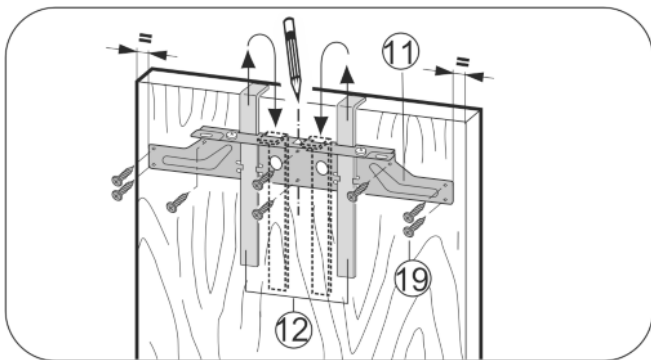

Fig. 26
- ▶ Accrocher la traverse de fixation Fig. 26 (11) avec les gabarits de montage Fig. 26 (12) du côté intérieur de la porte du placard.
- ▶ Aligner la traverse de fixation Fig. 26 (11) sur le milieu de la porte.
- ▶ Visser la traverse de fixation Fig. 26 (11) en utilisant au moins 6 vis Fig. 26 (19).
- ▶ Visser la traverse de fixation Fig. 26 (11) en fixant 4 vis Fig. 26 (19) au bord.
- ▶ Tirer les accessoires de montage Fig. 26 (12) vers le haut et les enfoncer pivotées dans les trous situés à côté.